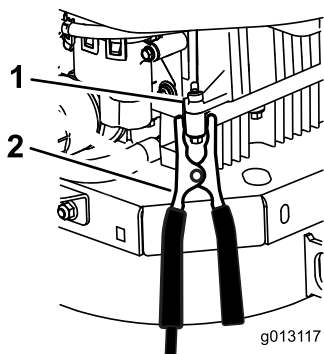

Figura 48
6. Haga la conexión final al bloque motor de la máquina que no arranca (no al borne negativo de la batería) en un punto alejado de la batería, y apártese (Figura 48).